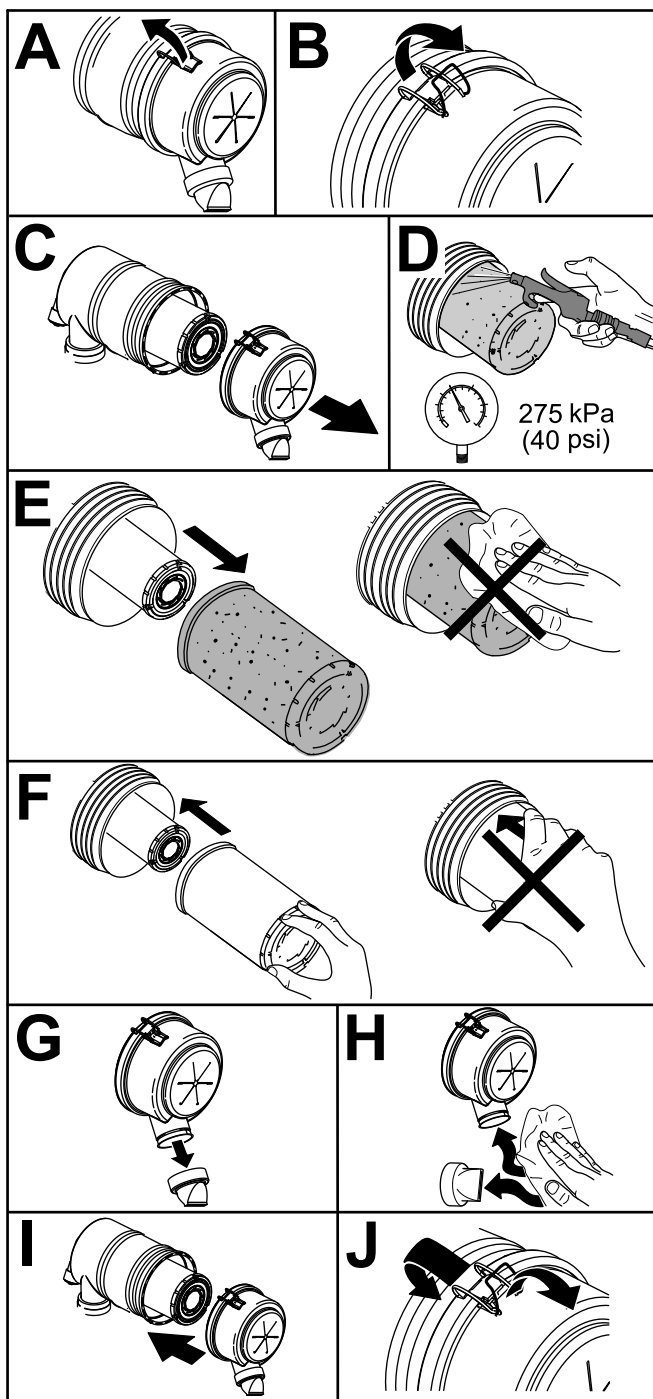

Figure 53
1. Remplacez l'élément filtrant (Figure 53).